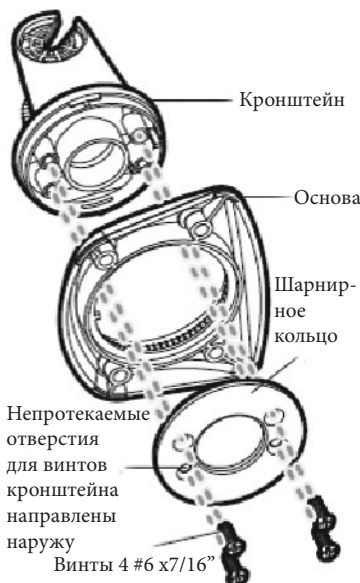

Рис. 5
3. Закрепите кронштейн четырьмя прилагаемыми винтами №6 (рисунок 5). **Только ручная затяжка!**